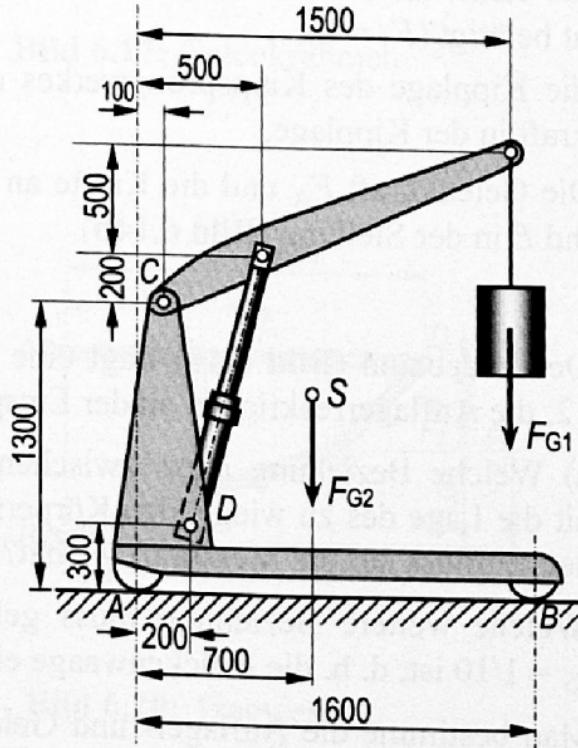

Bild 6.10: Hydraulikuniversalkran
1. Der fahrbare Hydraulikuniversalkran (**Bild 6.10**) trägt die Last $F_{G1} = 4,5 \text{ kN}$. Sein Eigengewicht ist $F_{G2} = 1,7 \text{ kN}$. Man bestimme